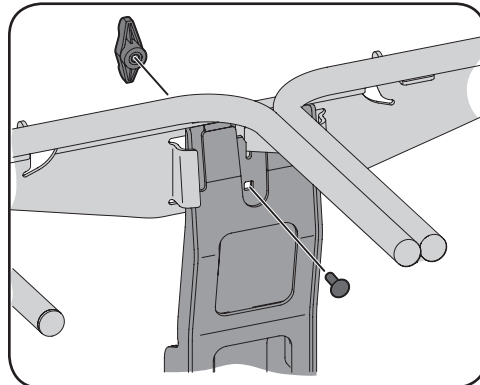

Figura 4-11
4. Fije la unidad de suspensión a la ménsula de soporte vertical con un perno de carro (710-0276) y perilla de aleta (720-04122) del paquete de herrajes 689-00312. Consulte la Figura 4-11.